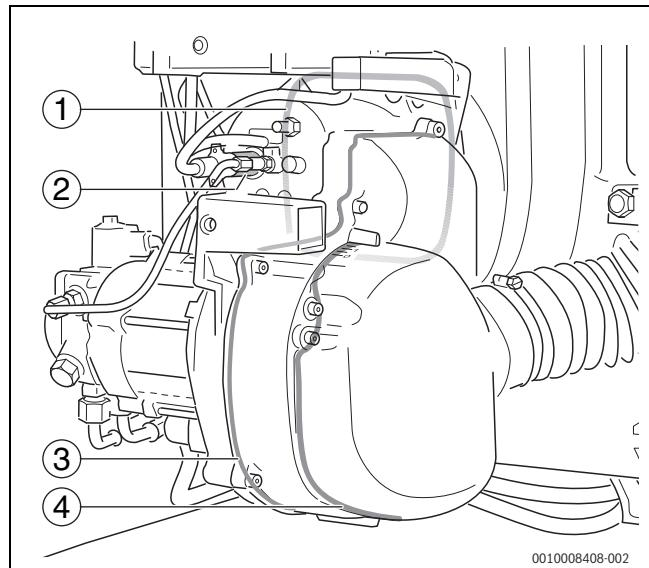

Bild 44 Zusätzliche Abdichtung
- Flachdichtung zum Brennerflansch (→Bild 44, [1])
- Halter zur Aufnahme des Flammenfühlers (→Bild 44, [2])
- Gehäuseboden mit Rundschnurdichtung (→Bild 44, [3])
- Abdichtung zum Schalldämpfer (→Bild 44, [4])